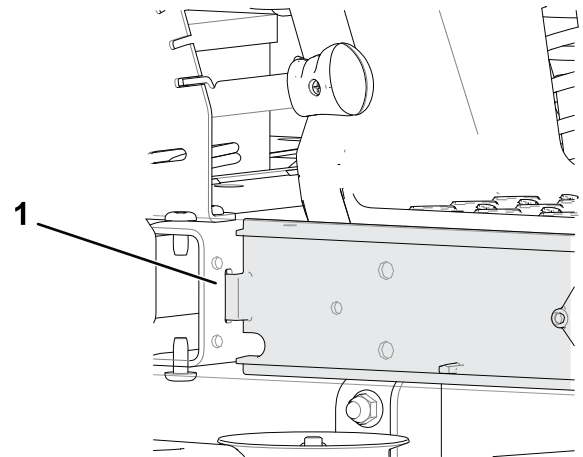

Bild 4
1. Setzen Sie die Oberseite der Schutzvorrichtung unter das Mähwerk ein, kippen Sie die Schutzvorrichtung an, um diese unter den Rahmen zu schieben, und legen Sie diese in die Kerben ab (Bild 4).